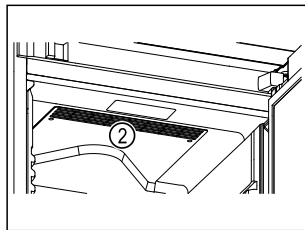

Fig. 62
- ☐ Ventilatiesleuf Fig. 62 (2) van de ventilator in de binnenruimte vrijhouden.